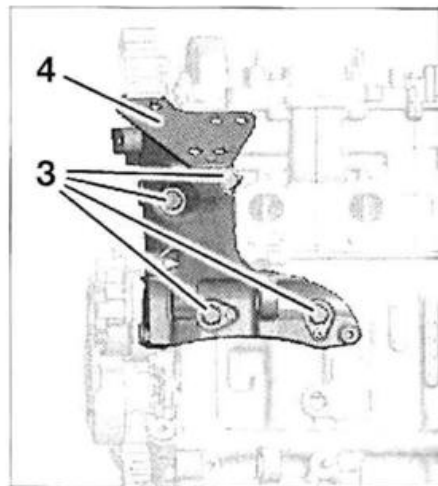

FIG. 46
- los tornillos (3) (fig. 46).
- el soporte multifunción (4).